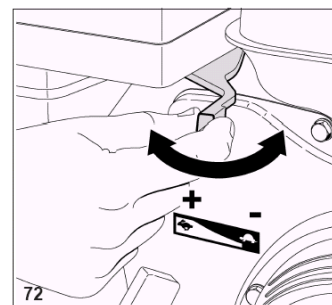

Рис.17
9. Рычагом акселератора отрегулировать желаемые обороты двигателя (рис.17).